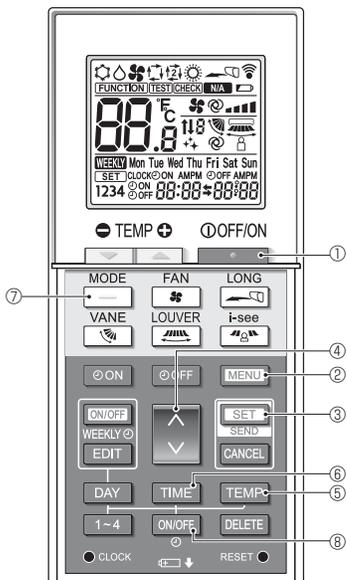
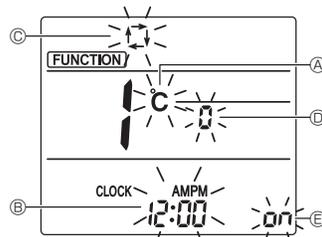

Fig. 6-9
Fig. 6-10
1. Drücken Sie die []-Taste ①, um die Klimaanlage anzuhalten.
2. Drücken Sie die [MENU]-Taste ②.
- Der Funktionseinstellungsbildschirm erscheint und die Funktion Nr. A blinkt. (Fig. 6-9)
- Drücken Sie die []-Taste ④, um die Funktionsnummer zu ändern.
3. Vergewissern Sie sich, dass Funktion Nr. "1" angezeigt wird und drücken Sie die [SET]-Taste ③.
- Der Anzeige-Einstellungsbildschirm erscheint. (Fig. 6-10)